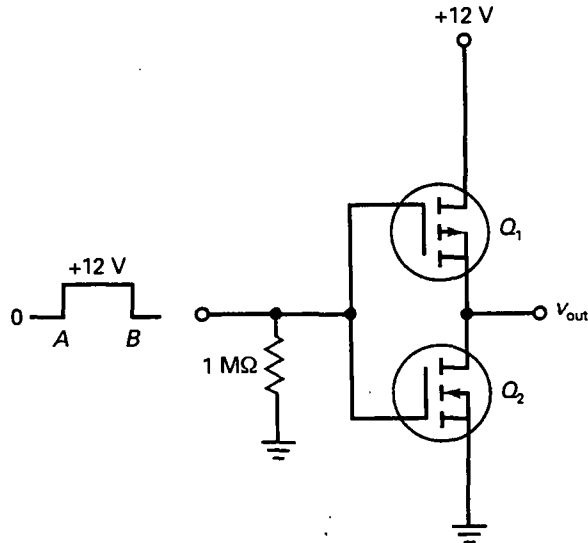

Figura 14-28
- 14-13. Los MOSFET de la Figura 14-28 tienen $R_{DS(\text{on})} = 250$ Ω y $R_{DS(\text{off})} = 5$ M Ω . ¿Cómo es la forma de onda de salida?
- 14-14. El MOSFET superior en la Figura 14-28 tiene estos valores: $I_{D(\text{on})} = 1$ mA, $V_{DS(\text{on})} = 1$ V, $I_{D(\text{off})} = 1$ μ A y $V_{DS(\text{off})} = 10$ V. ¿Cuál es la
- 14-15. Una onda cuadrada con un valor de pico de 12 V y una frecuencia de 1 kHz es la entrada de la Figura 14-28. Describa la forma de onda de salida.
- 14-16. Durante la transición de baja a alta en la Figura 14-28, la tensión de entrada es 6 V durante un instante. En ese momento ambos MOSFET tienen resistencias activas de $R_D = 5$ k Ω . ¿Cuál es la corriente de drenador en ese instante?
- 14-27. El inversor CMOS de la Figura 14-28 usa